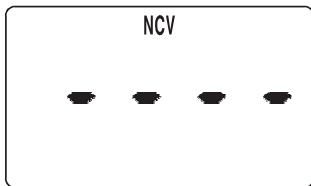

Figure 4
2. Déplacez le dessus de la pince du compteur où se trouve le capteur NCV (voir Figure 1) vers l'objet à tester. Lorsque le compteur détecte un champ électrique généré par une tension AC, il indique l'intensité du champ électrique détecté. L'intensité du champ électrique détecté est indiquée par le nombre de segments de barres horizontales affichées sur l'écran (se référer à la Figure 4), la fréquence des bips du buzzer intégré et la fréquence de clignotement de l'indicateur " NCV ". Plus l'intensité du champ électrique détecté est élevée, plus le nombre de segments de barres horizontales affichés est important, et plus la fréquence des bips du buzzer et du clignotement de l'indicateur " NCV " est rapide.